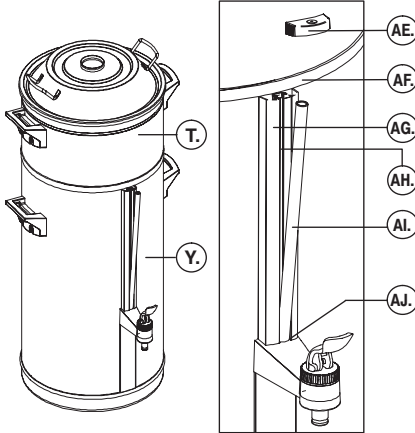

Fig. 10 Nettoyage du verre niveau
- Nettoyez le verre niveau (fig.10) :